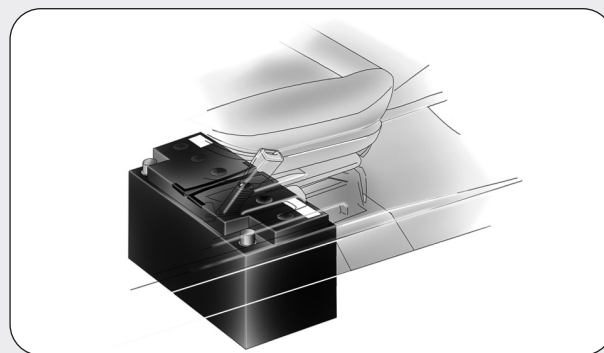

fig. 16
**Alloggiamento batteria ausiliaria fig. 16**